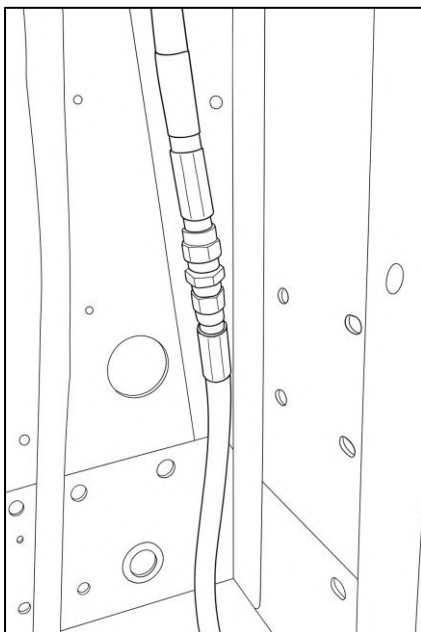

Fig. 15 - Anslutning av oljeslang från slappelaren
12. Demontera vajerhjulet i toppen. Spänn muttrarna vid lyftvagnen mot varandra för att låsa dem. För sedan stålvejarna enligt fig. 15. Montera tillbaka vajerhjulet och montera låsringen efteråt. Se till att spänna vajrarna så att båda är lika strama. Det är viktigt att båda stålvejarna är spända lika hårt, eftersom det säkerställer att båda sidor lyfter och sänker i nivå. Vajrarna ska vara så strama att du precis kan nypa ihop dem cirka 20 cm ovanför stämpelhuvudet.